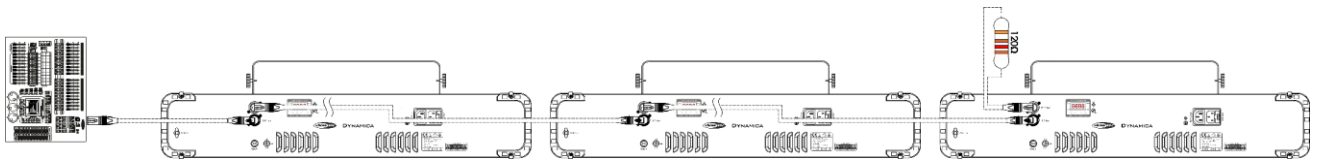

Abb. 06
- 04) Verbinden Sie die Geräte wie in Abb. 06. Schließen Sie den DMX-Ausgang des ersten Geräts mit einem DMX-Kabel an den Eingang des zweiten Geräts an. Wiederholen Sie diesen Vorgang, um das zweite und dritte Gerät ebenfalls anzuschließen.